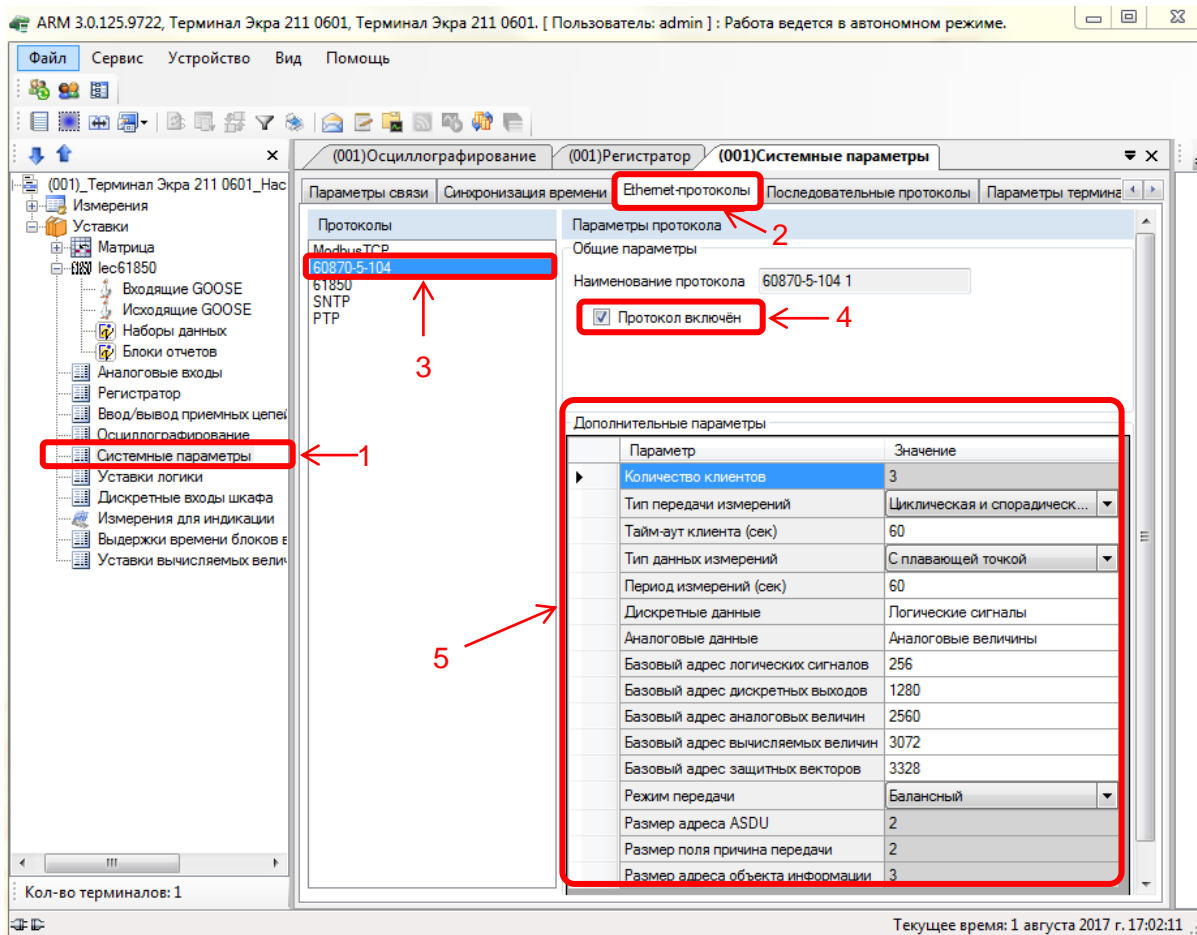

Рисунок 4 – Пример настройки протокола МЭК 60870-5-104
2.4.1 В «дереве» проекта выбрать раздел **Уставки** → **Системные параметры** (см. рисунок 4, обозначение 1) и открыть окно, дважды щёлкнув мышкой на соответствующий пункт «дерева» проекта.
2.4.2 Выбрать вкладку **Ethernet-протоколы** (см. рисунок 4, обозначение 2).
2.4.3 Выбрать протокол МЭК 60870-5-104: 60870-5-104 (см. рисунок 4, обозначение 3).
2.4.4 Установить флажок **Протокол включен**, если он не был установлен (см. рисунок 4, обозначение 4).
2.4.5 Установить параметры протокола МЭК 60870-5-104 в соответствии с проектом. Значения параметров протокола по умолчанию приведены на рисунке (см. рисунок 4, обозначение 5).